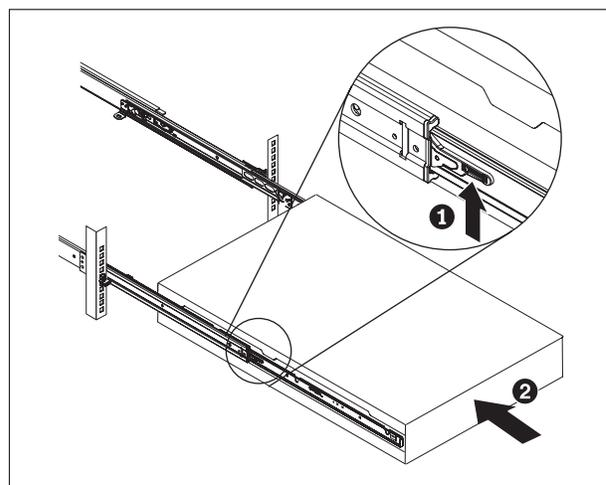

Figure 11. Faire coulisser le dispositif dans l'armoire
6. Faites coulisser le dispositif dans l'armoire comme illustré par la figure 11.